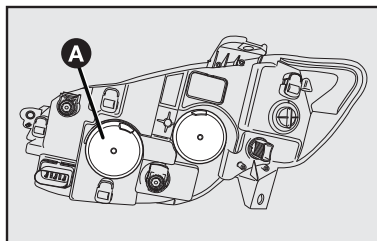
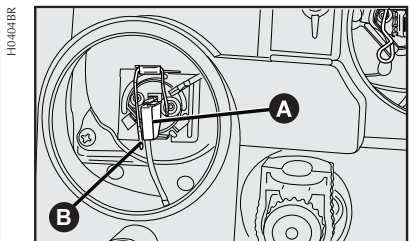

fig. 27
fig. 28
- 1) Remover a tampa de borracha **A-fig. 27** para ter acesso às lâmpadas.
- 2) Soltar o conector **A-fig. 28** de alimentação da lâmpada;
- 3) Retirar o porta-lâmpada pressionando a presilha **B-fig. 28** abrindo-a lateralmente;
- 6) Reenganchar a presilha de fixação **B-fig. 28** e recolocar o conector **A-fig. 28**, colocando por último a tampa de borracha **A-fig. 27**.